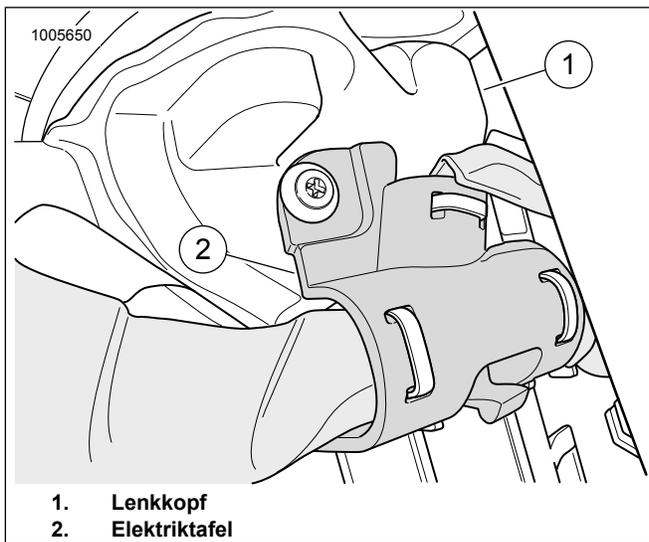

Abbildung 13. Lenkkopf
17. Siehe Abbildung 13. Das Ende des 48-in- Kabelbaums zum Lenkkopf (1) führen. Zum Befestigen des Kabelbaums eine Elektrizitätstafel (2) verwenden.